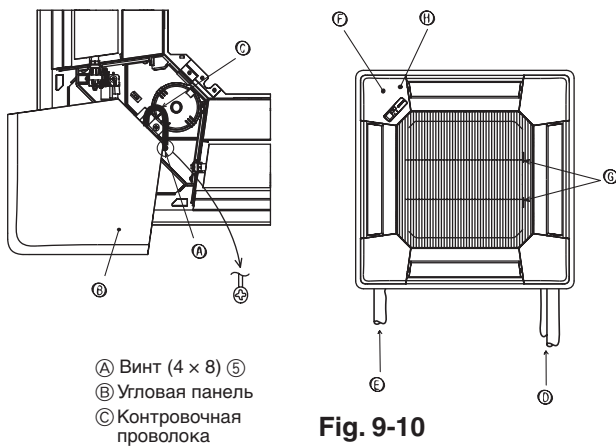

Fig. 9-10
9.7. Установка воздухозаборной решетки (Fig. 9-10)